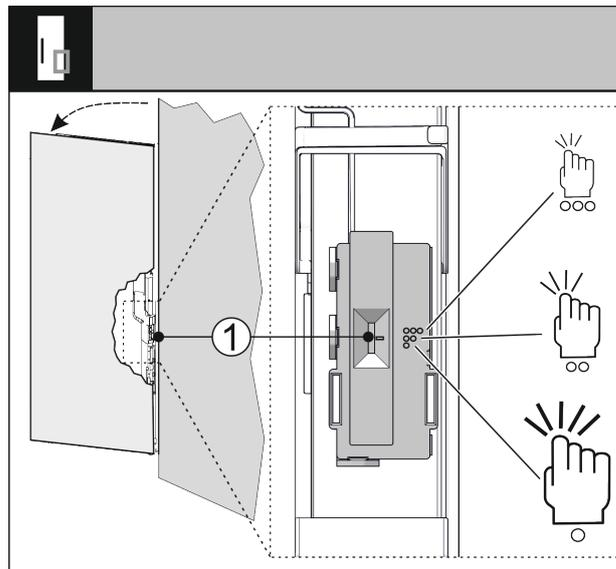

Fig. 32
Sie können die Empfindlichkeit des Klopfensensors über einen Schalter Fig. 32 (1) einstellen. Der Schalter ist scharnierseitig am unteren Drittel der Tür.
- ▶ Schalter Fig. 32 (1) auf gewünschte Schalterstellung schieben.